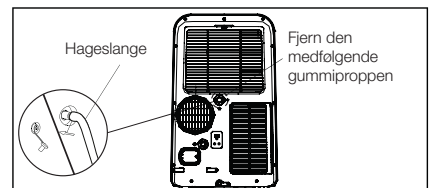

Fig. 25
1. I avfuktingsmodus, vil du ha behov for en hageslange (selges separat) for å tappe kondensvannet ut av enheten. Fjern gummiproppen fra slangetilkoplingen, og skru deretter en hageslange til slangekoplingen, slik som vist i Fig. 25.